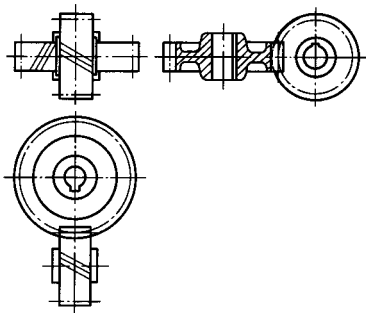
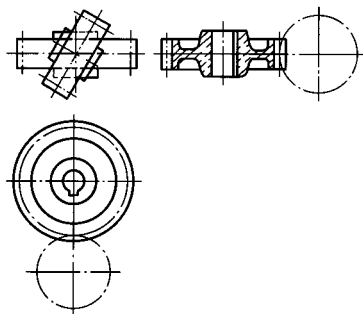

图 19 轴线垂直交错的螺旋齿轮副的啮合画法
图 20 轴线不垂直交错的螺旋齿轮副的啮合画法
- 4.4 在剖视图中,当剖切平面不通过啮合齿轮的轴线时,齿轮一律按不剖绘制(图19)。
- 4.6 螺旋齿轮啮合的画法见图19、图20。